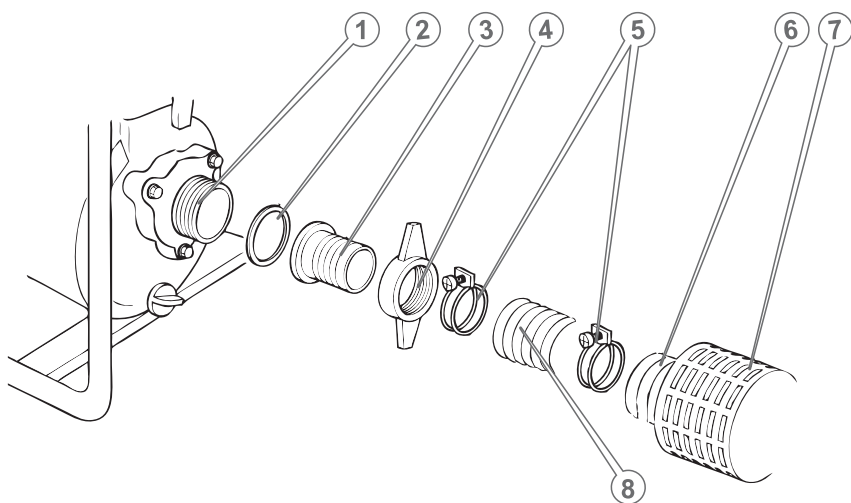

Рисунок 2. Під'єднання вхідного рукава.
5.1.4 Під'єднати вхідний рукав (8, рис. 2) відповідного діаметра (див. розділ 3) до вхідного патрубку насоса (1, рис. 2; 12, рис. 1), як зображено на рисунку 3.